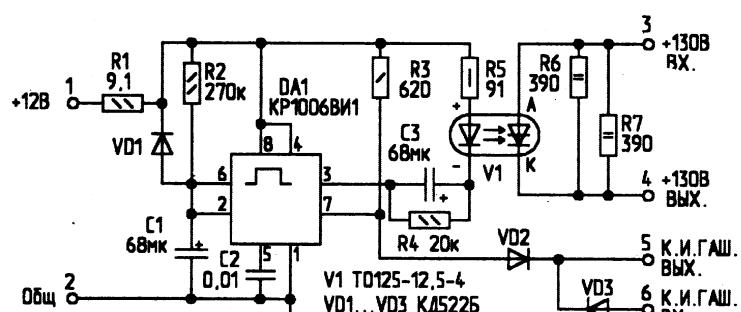

рис. 5
**Устройство для облегченного включения кинескопа** описано в статье А.Власова ("РЛ" 2/2000). Его работа основана на идеи подачи после включения телевизора пониженного напряжения питания строчной развертки. Электрическая схема показана на рис.5. После включения телевизора динистор оптрона V1 закрыт и на строчную развертку через гасящие резисторы R6, R7 поступает напряжение около 90 В. При этом на анод кинескопа поступает пониженное рабочее напряжение, а на подогреватель 4 В. Это уменьшает начальный бросок тока через подогреватель и делает более "мягким" запуск строчной развертки телевизора. На микросхеме DA1 собран таймер с временем выдержки около 20 с. По прошествии этого времени на выводах 3,7 DA1 появляется низкий уровень и через резистор R5, светодиод оптрона V1 и разряженный конденсатор C3 протекает импульс тока. Динистор оптрона открывается, шунтирует резисторы R6, R7 и на схему строчной развертки подается полное напряжение питания. Печатная плата устройства показана на рис.6.